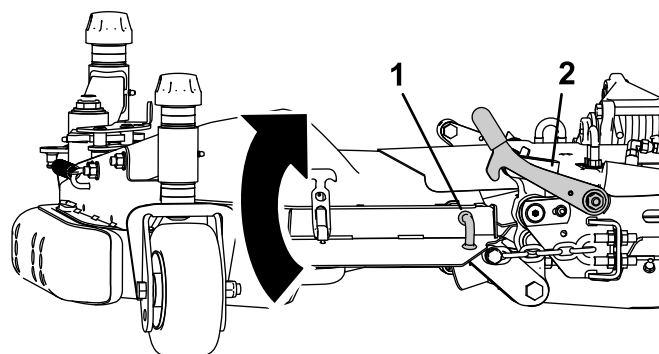

Figura 7
1. Sollevate il piatto laterale e fissate il perno di bloccaggio sulla leva di bloccaggio (Figura 7).